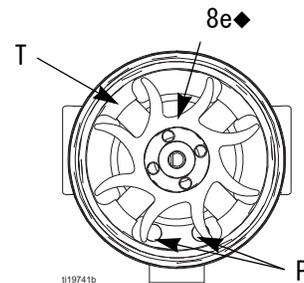

図 28. ファンの向き
7. ファンの端が上向きの状態で、コイルアセンブリ (8a) を作業台で保持します。マイナスドライバを使用して、ファン (8e) をシャフト (S) から引き離します。
10. 新しい下の軸受 (8b1) をシャフト (S) の長い側に取り付けます。ベアリングのより平たい側は、マグネット (M) の反対側に向ける必要があります。ベアリングブレードがコイル (8a) の表面に対して平坦になるように、コイルに取り付けます。
12. ファンの端が上向きの状態で、コイルアセンブリ (8a) を作業台で保持します。ファン (8e) をシャフト (S) の長い側に押し付けます。ファンの羽根の向きは、図 28 に示すとおりになっている必要があります。
13. コイルのピンをハウジングのスロットに揃えた状態で、コイルアセンブリ (8a) を注意しながらハウジング (8d) の前面に押し付けます。3 線のコネクタ (PC) は、ハウジングのタブの広い側のノッチに合わせる必要があります。
14. ファン (8e) を回して、その羽根がハウジングの後部にある 4 つの軸受タブ (T) に当たらないようにします。下の軸受 (8b1) のブレードがタブの位置に合っていることを確認してください。